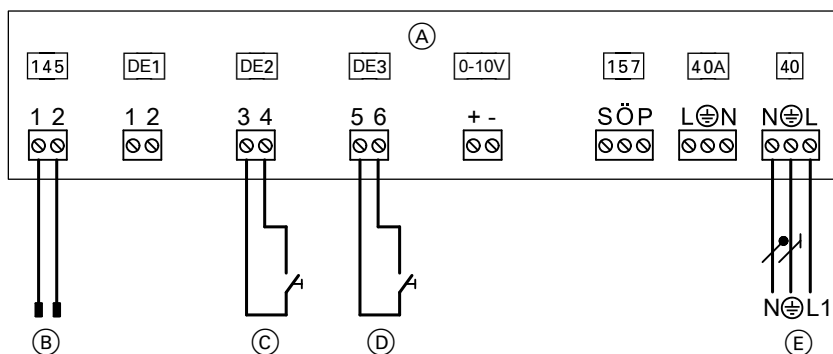

Abb. 61
- An Erweiterung EA1 gemäß Abb. 61